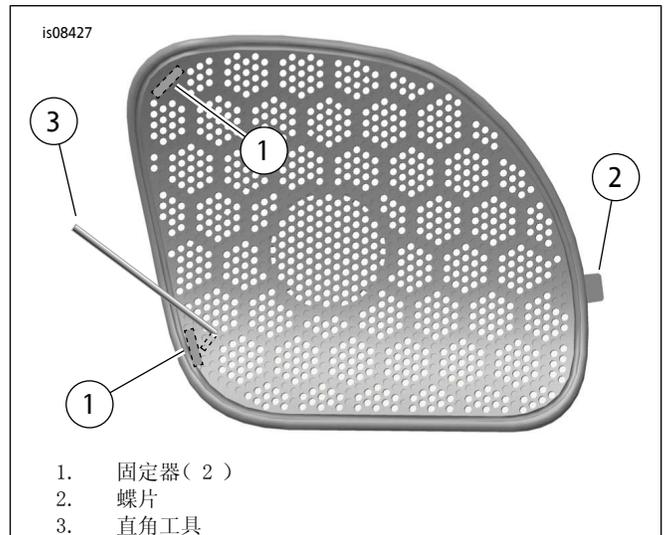

图1。拆下扬声器格栅
- a. 参见图1。通过固定器(1)旁边左侧格栅中的孔仔细插入直角工具(3)。